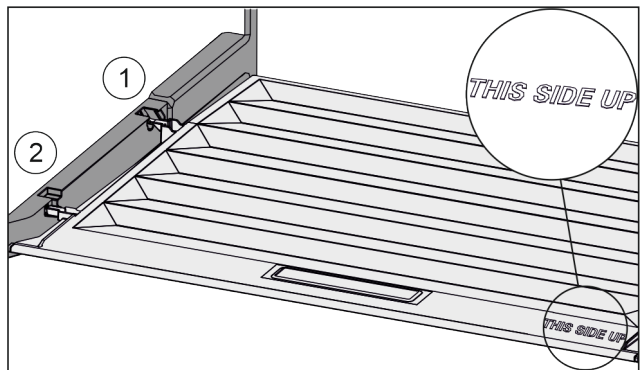

Fig. 145
- ▶ Вставити поперечні ребра через отвір заднього тримача Fig. 145 (1) і зафіксувати спереду у тримачі Fig. 145 (2).